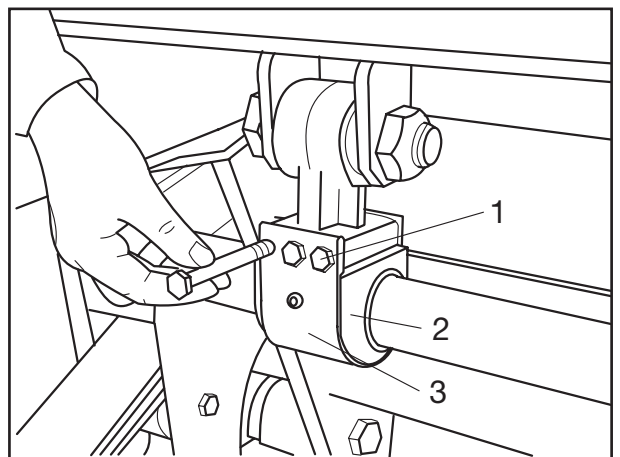

Рис. 6
- [12] Надеть уплотнения на П-образный стабилизатор и держать их (рис. 6).